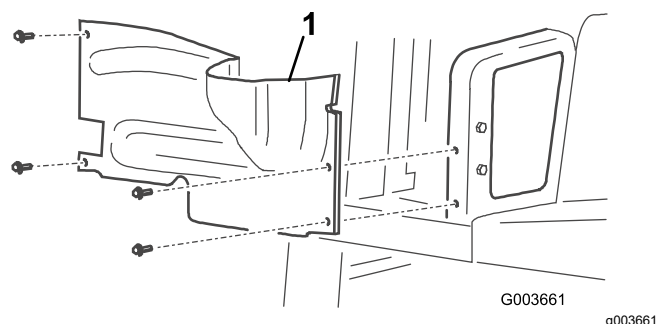

图 2
7. 拆下将右轮护罩固定至机架的 4 个螺栓并拆下护罩图 2。